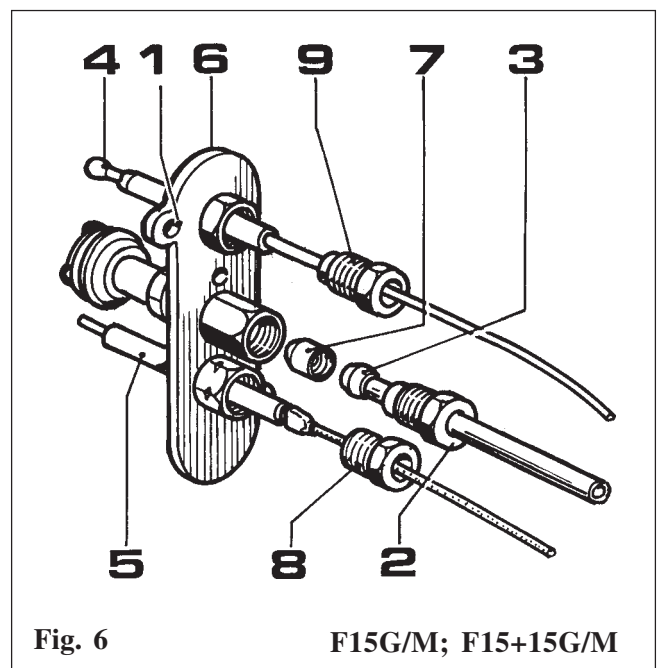

Fig. 6
- Dévissez les deux vis (fig. 6 poste 1) avec un tournevis cruciforme.
- Démontez la bougie (fig. 6 poste 1) et le thermocouple (fig. 6 poste 4).
- Remplacez le brûleur pilote (Fig. 6 poste 6) par un nouveau.